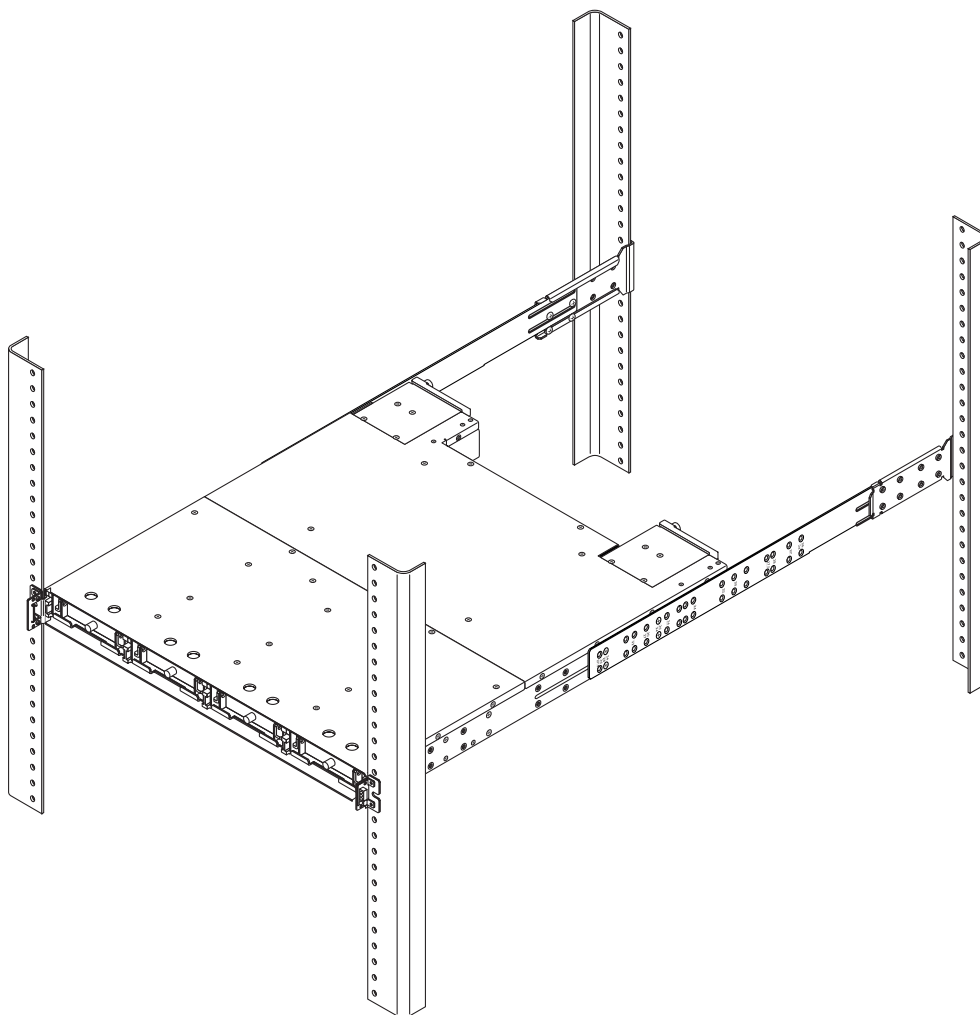

FIGURE 2-1 Montage en coffret d'une baie à l'aide des supports arrière et après retrait des pattes du châssis et des panneaux - installation terminée
- Vous pouvez monter un coffret en utilisant les supports arrière et latéraux pour une profondeur comprise entre 60,96 et 91,44 cm (24 et 36 pouces). La FIGURE 2-1 représente une installation de baie 1U de la famille Sun StorEdge 3000 dans un coffret EIA standard à l'aide des supports arrière et latéraux.
Reportez-vous à la liste de pièces figurant dans le TABLEAU 2-1 et à l'illustration de la FIGURE 2-1 pendant l'installation. Le tableau répertorie les composants et fixations principaux indispensables à l'installation d'une baie dans le coffret.